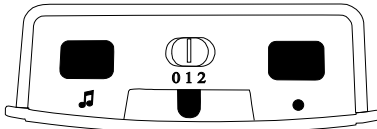

Abbildung 6: »signalux« Oberseite
Mit Hilfe des Signalwahl-Schiebeschalters (in Abb.6 „0 1 2“) können Sie die Art der Signalisierung wählen. Bitte beachten Sie, dass die Symbole immer durch farbige Leuchtdioden angezeigt werden.
- a) Halten Sie die Taste »●« (Abb. 6) lange gedrückt. Die Symbole leuchten nacheinander auf. Lassen Sie die Taste los, sobald das gewünschte Symbol aufleuchtet.
- c) Halten Sie den Melodie-Wahltaster »♪« (Abb. 6) 2 Sekunden lang gedrückt. Lassen Sie den Taster los und drücken Sie nun erneut den Melodie-Wahltaster so oft, bis Sie die gewünschte Tonfolge gefunden haben (16 Tonfolgen stehen zur Auswahl).
- b) Drücken Sie nun gleichzeitig die Taste »●« und den Melodie-Wahltaster »♪« (beide Abb. 6), bis alle Symbole gleichzeitig kurz aufblinken.